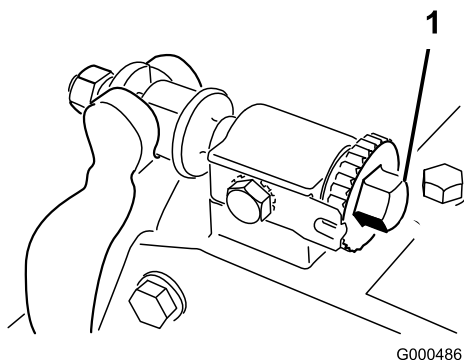
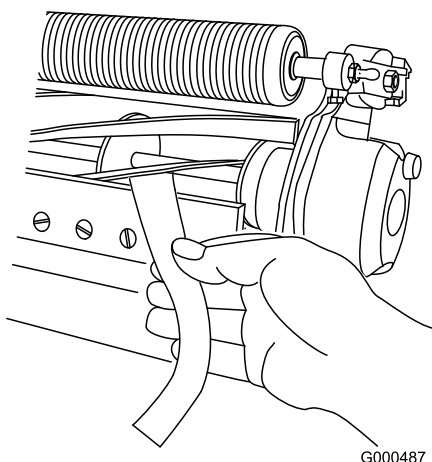

Figura 58
Figura 59
- Asegúrese de eliminar el contacto con el molinete girando los tornillos de ajuste de la barra de asiento en el sentido contrario a las agujas del reloj (Figura 58).
- Retire las (2) tuercas que fijan cada soporte de rodillo con sus espaciadores a la bridas de montaje de las chapas laterales.
4. En un extremo del molinete, inserte una tira larga de papel de periódico entre el molinete y la contracuchilla (Figura 59). Mientras gira el molinete lentamente hacia adelante, gire en el sentido de las agujas del reloj el tornillo de ajuste de la barra de asiento (en el mismo extremo del molinete) (Figura 58), un clic a la vez, hasta que el papel quede ligeramente aprisionado cuando se inserta desde delante, paralelo a la contracuchilla. Se notará una ligera resistencia al tirar del papel.
contracuchilla (Figura 59). Debe ser posible cortar el papel con un contacto mínimo entre la contracuchilla y las cuchillas del molinete. Si se nota una resistencia excesiva del molinete, será necesario afilar o amolar la unidad de corte para conseguir los filos necesarios para un corte de precisión (consulte el manual de afilado de molinetes de Toro).